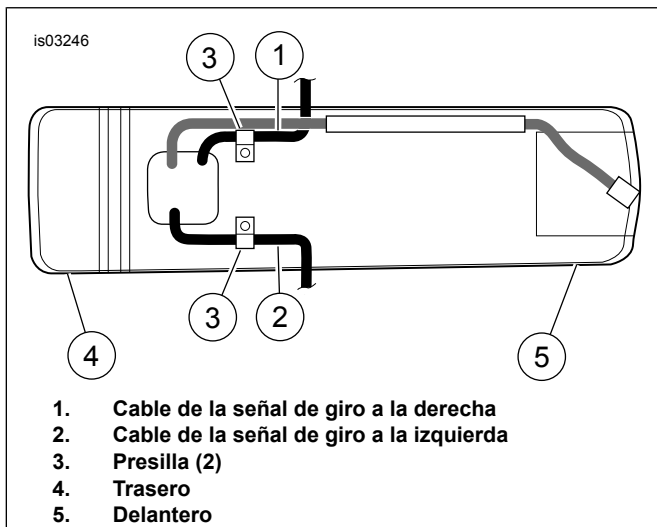

Figura 4. Cables de las señales de giro y presillas (vistos desde la parte interior inferior del guardabarros trasero)
6. Vea la Figura 4. Quite el cableado de las señales de giro (1 y 2) de las presillas (3) debajo de la parte trasera del guardabarros.
3. Vea la Figura 4. Asegure el cableado de la señal de giro adentro del guardabarros trasero usando la presilla.